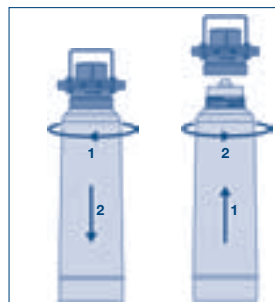

Fig. 12
2. Desenrosque la bujía filtrante de la cabeza filtrante en el sentido de las agujas del reloj (consulte la Fig. 12). La cabeza filtrante puede inclinarse 90° para desmontar fácilmente la bujía filtrante en el soporte del filtro.
4. Instale la nueva bujía filtrante como se describe en el capítulo 6.8 (ver Fig. 12).